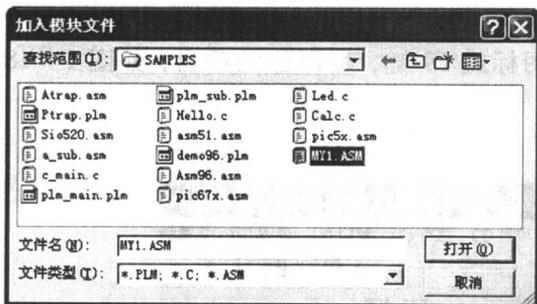

图 1-13
(1) 加入模块文件。如图 1-13 所示，在加入模块文件的对话框中选择刚才保存的文件 MY1.ASM，按打开键。如果你是多模块项目，可以同时选择多个文件再打开。